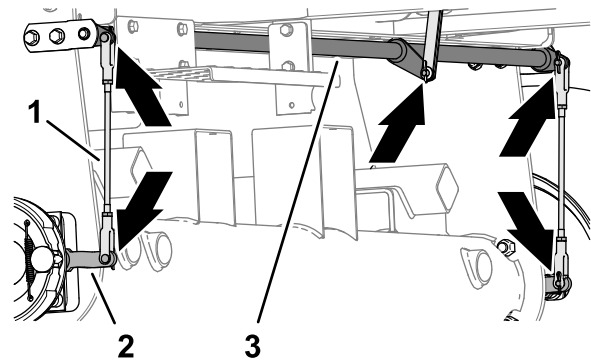

Bild 68
1. Überprüfen Sie die linke und rechte Bremsstangenbaugruppe (Bild 68) auf Schäden und Verschleiß.
2. Kontrollieren Sie die Drehwelle der Bremse (**Bild 68**) auf Schäden und Verschleiß.